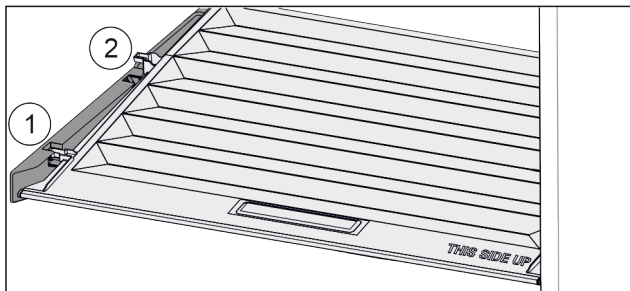

Fig. 58
- ▶ Потянуть крышку до отверстия в поддерживающих деталях вперед Fig. 58 (1).
- ▶ Поднять сзади снизу и извлечь Fig. 58 (2) движением вверх.